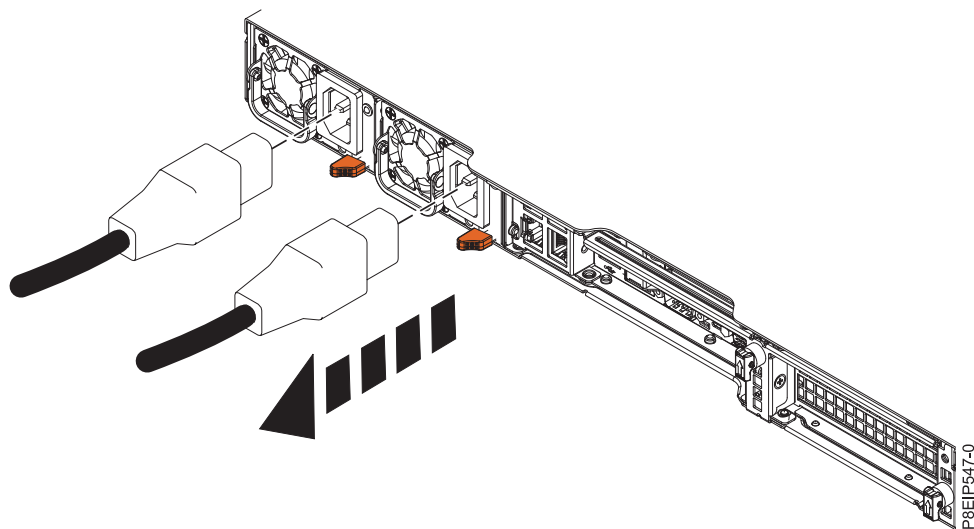

図 71. システムからの電源コードの取り外し
2. 電源コードにラベルを付けて、システム装置から切り離します (81 ページの図 71 を参照)。